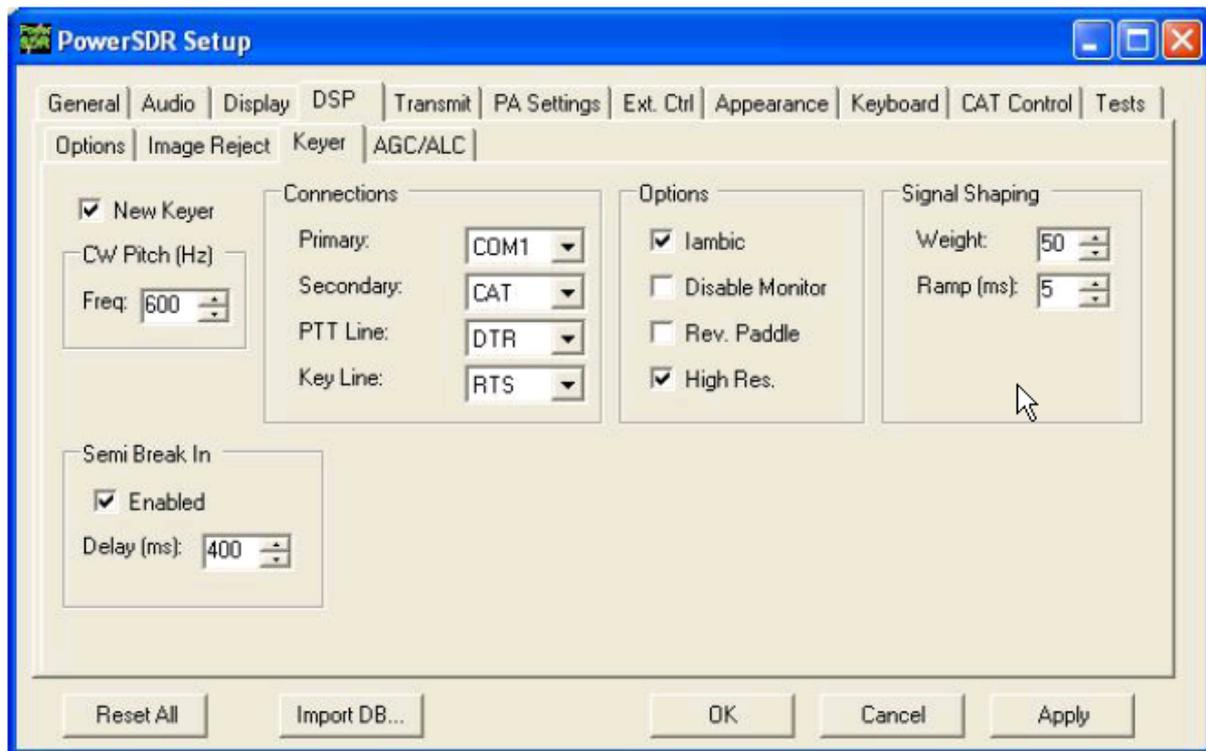

Bild 135: Setup Form – DSP Tab, Keyer Sub-Tab
2. Setzen Sie die **Secondary Connection** auf **CAT**, um die gleiche virtuelle Schnittstelle COM16 wie die **CAT-Steuerung** zu nutzen. Die CAT-Steuerung muss mit **Enable CAT** aktiv geschaltet sein. Tragen Sie in die Felder unter dem Schnittstelleneintrag für die **Secondary Connection** für **PTT** die Leitung **DTR** und für die Tastung (**Key**) die Leitung **RTS** wie in Bild 135 ein.